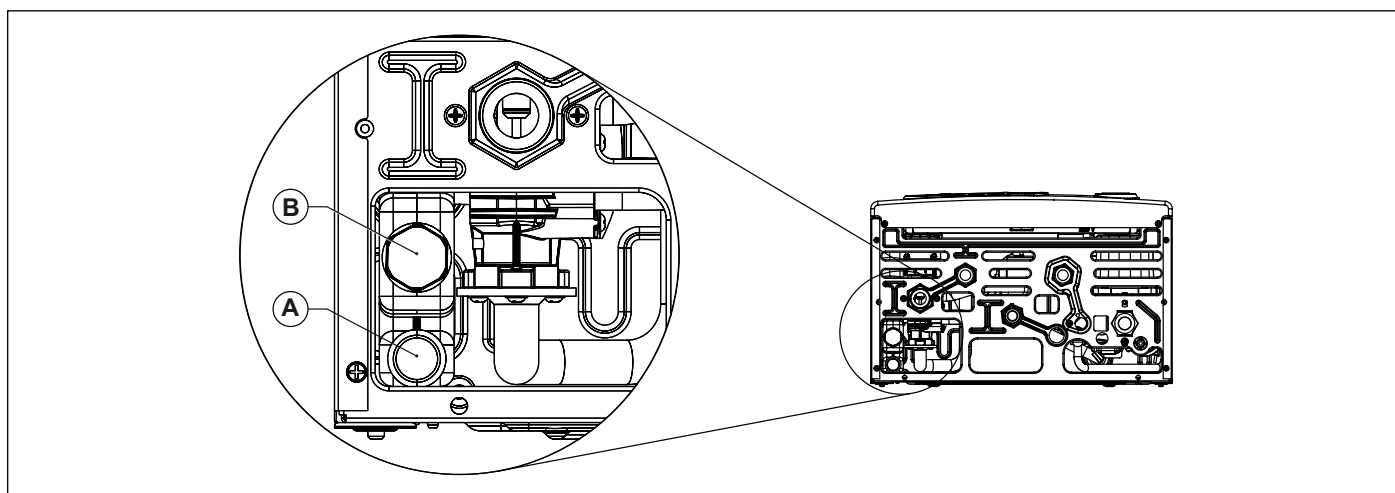

Fig. 22 Evacuare condens
În cazul în care nu există interdicții specifice, condensul produs în faza de ardere trebuie să fie transportat (prin intermediul evacuării condensului) către un sistem de evacuare care îi permite scurgerea în rețeaua de canalizare care, dat fiind caracterul bazic, neutralizează aciditatea condensului gazelor arse. Pentru a evita revenirea mirosurilor neplăcute din rețeaua de canalizare se recomandă adăugarea unui capac anti-miros între sistemul de evacuare condens și rețeaua de canalizare. Sistemul de evacuare a condensului și rețeaua de canalizare trebuie să fie construite din materiale corespunzătoare, rezistente la atacul apei de condens. Sistemul de evacuare a condensului trebuie să fie conectat la conexiunea corespunzătoare (A) prevăzută în centrală (vezi Fig. 22 Evacuare condens).